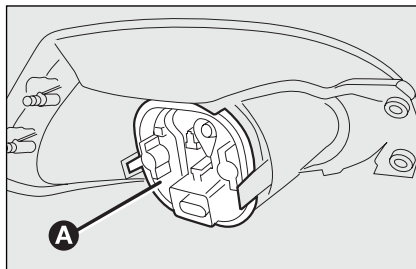

fig. 29
- maak de stekker los en verwijder het beschermdeksel **A-fig. 29** door de drie borglippen in te drukken; vervang vervolgens de defecte lamp.